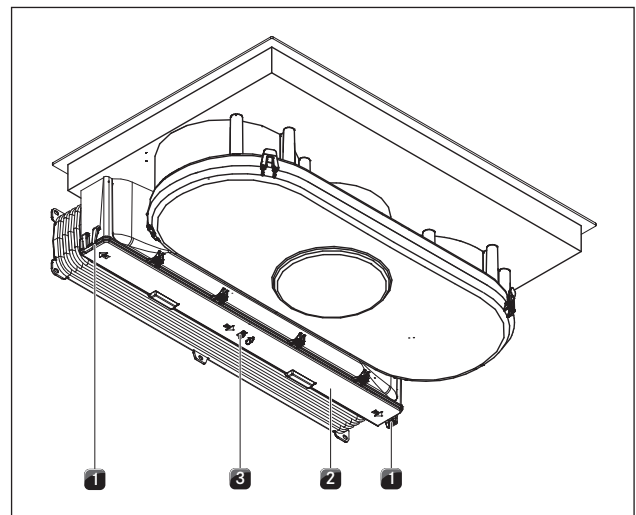

Abb. 8.5 Aktiivihiilisuodatinkotelon kannen lukituksen vapauttaminen
► Käännä kantta [2] (kuva 7.5) Abb. 8.5 sunnes se lukittuu paikalleen.